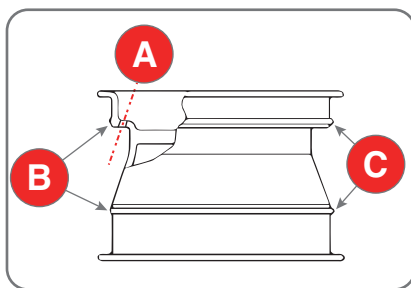

Fig. 6.4
Ruedas de alto rendimiento (curvatura asimétrica) - (Fig.6.4). Algunas ruedas europeas tienen llantas con curvaturas muy pronunciadas (C), excepto en el orificio de la válvula (A) en cuyo lado la curvatura es más ligera (B). En estas ruedas, el destalonado se debe realizar inicialmente en correspondencia del orificio de la válvula, tanto en la parte superior como en la inferior.